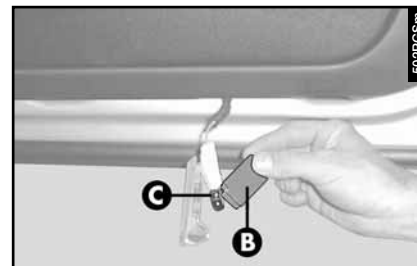

fig. 79
– Apretar lateralmente en la protección de la lámpara (**B-fig. 79**) a la altura de los dos pernos de fijación y hacerla girar.
– Sustituir la lámpara (**C-fig. 79**) introducida a presión.